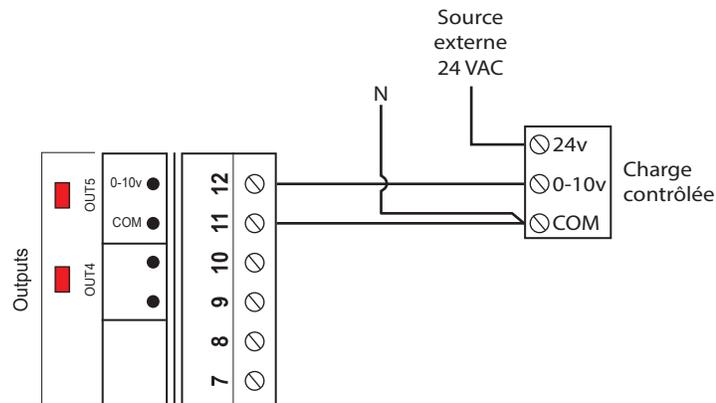

Figure 15 - Raccordement de la sortie analogique (alimentation externe)
- 2) Le C1000 fournit seulement le signal de contrôle à la charge, qui est alimentée par une source externe 24 VAC (voir Figure 15):